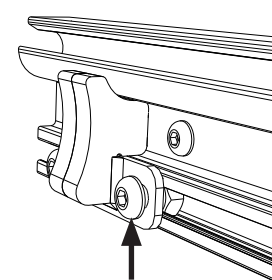

Figura 53. Fije el tope del brazo
6. Coloque el tope del brazo de acuerdo con la posición de los brazos de elevación y fíjelo mediante el apriete de sus tornillos, véase Figura 53.